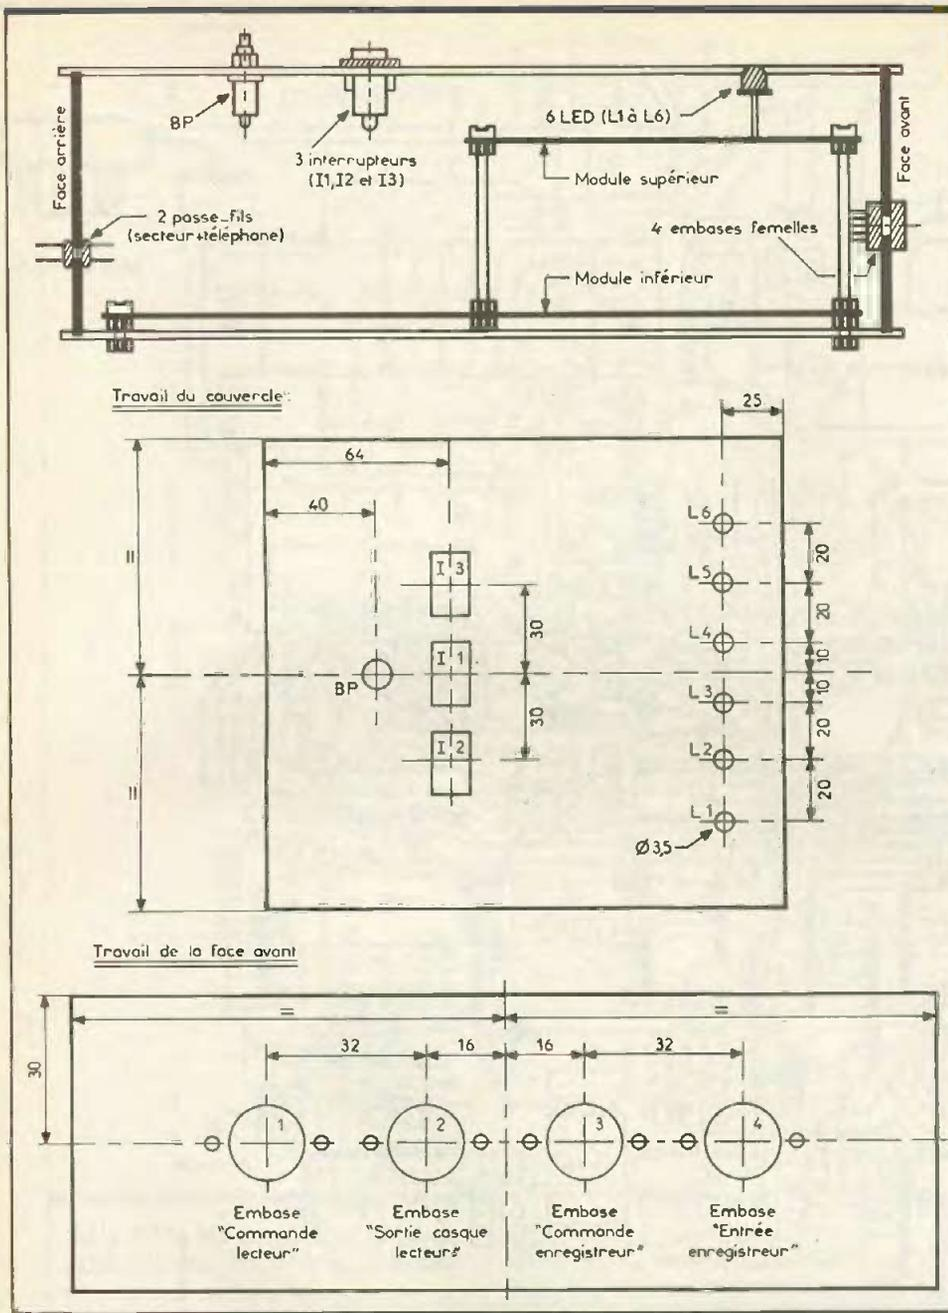

Fig. 10 Agencement à l'intérieur du coffret.
c) Montage et raccordements (fig. 10)